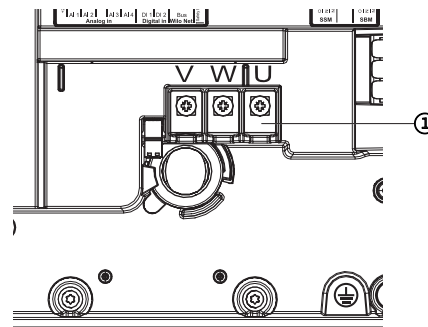

Fig. 115: Motortilkoblingsklemmer V, W, U
5. Løsne motortilkoblingskabelen (Fig. 115).